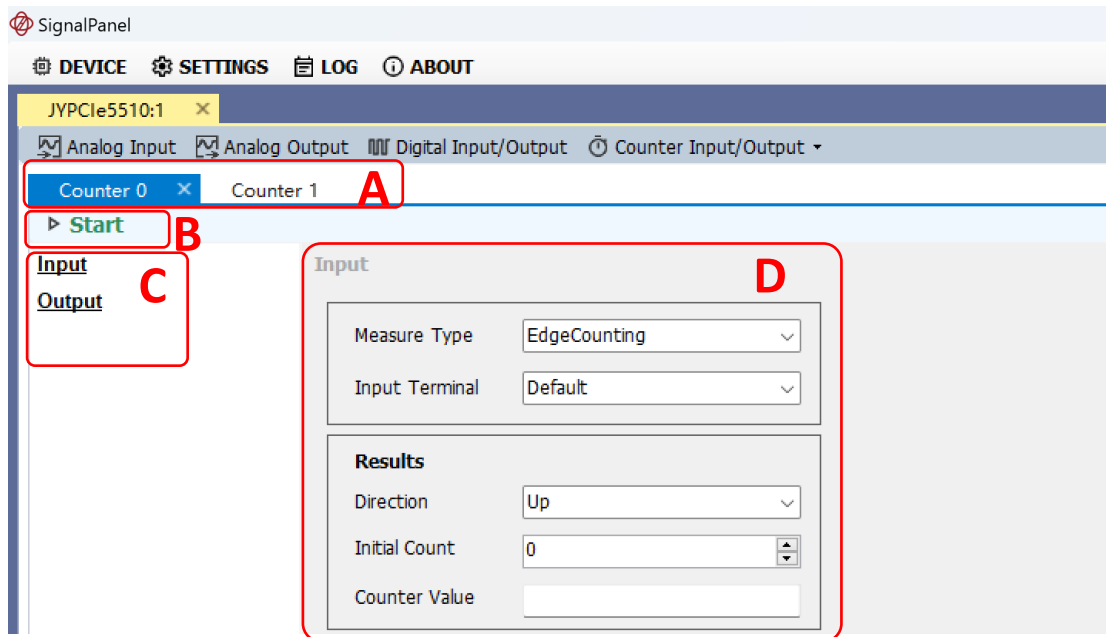

图 18 计数器输入/输出（Counter Input/Output）默认界面
1. 选择要执行的任务（计数器输出/输入），参看图 18 的 C 区域